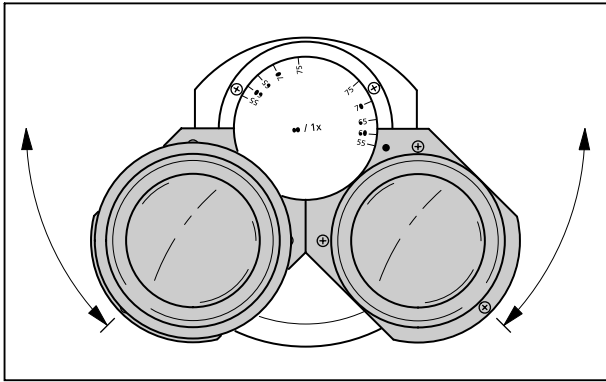

Bild 3-34 Okularabstand am binokularen Tubus einstellen
- Okularabstand (Pupillendistanz) durch symmetrisches Schwenken der beiden Okularstutzen gegeneinander an den individuellen Augenabstand des Beobachters anpassen (Bild 3-34).